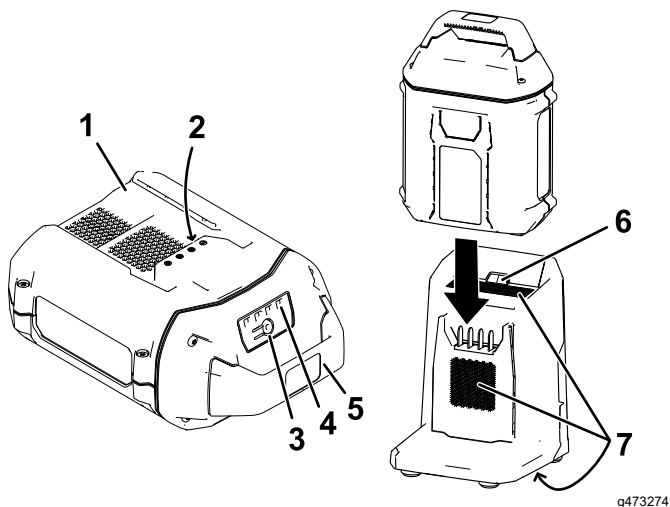

Рисунок 19
2. Совместите выемку на аккумуляторной батарее (Рисунок 19) с выступом на зарядном устройстве.
3. Вставьте аккумуляторную батарею в зарядное устройство до полной посадки (Рисунок 19).